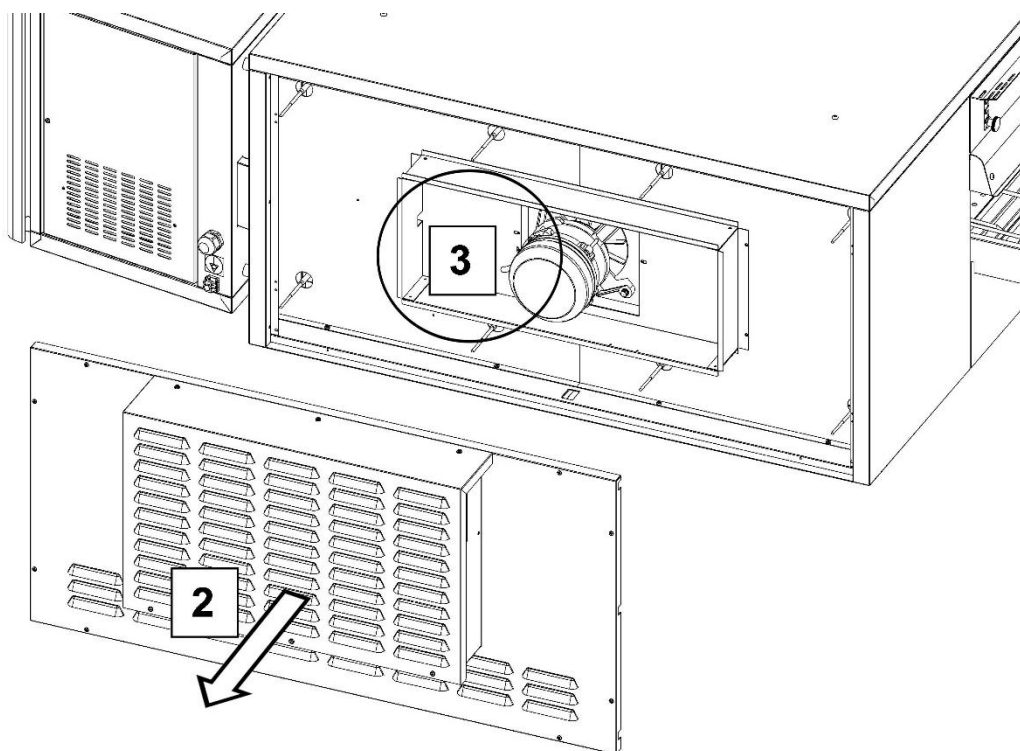

Fig.5
2. Togliere il pannello posteriore e scollegare le connessioni elettriche delle ventole di raffreddamento, poste nella parte superiore del pannello (Fig.5).
3. Scollegare le connessioni elettriche del motore di ventilazione (Fig.5 zona 3).
Toccando l'icona "Motore" (Fig.4) si apre il menù di modifica della tipologia di motore (1-2-3-4), toccare e scorrere sulla fascia circolare in senso orario o antiorario per modificare il parametro (Fig.5).